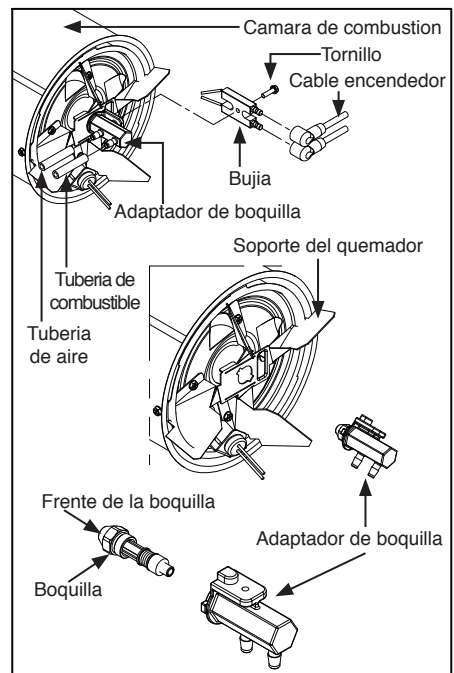

Figura 15. Reemplazo de la boquilla
- Gire el adaptador de boquilla 1/8 de giro (45°) en dirección contraria a las manecillas del reloj y jale hacia el motor para retirar. (Consulte la figura 15)